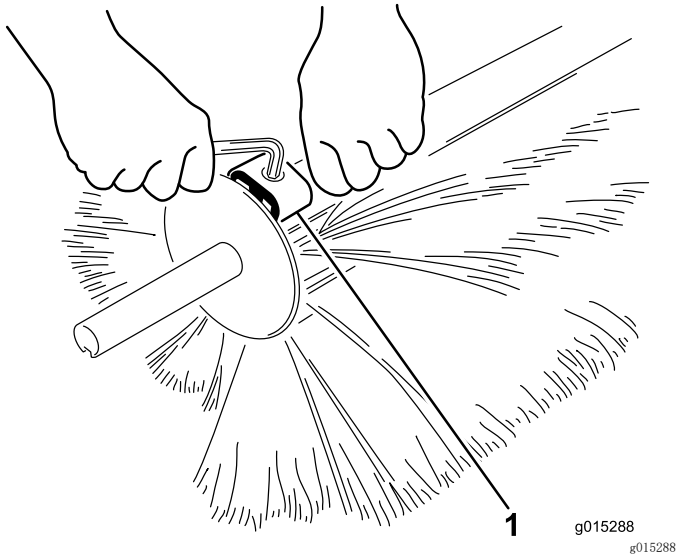

图29
2. 用通用扳手松开夹具，并将其从刷子的一半取下（图29）。